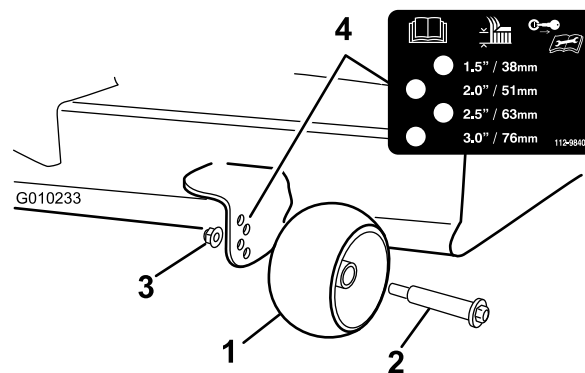

Figura 25
3. Ajuste los rodillos protectores del césped como se muestra en Figura 25.